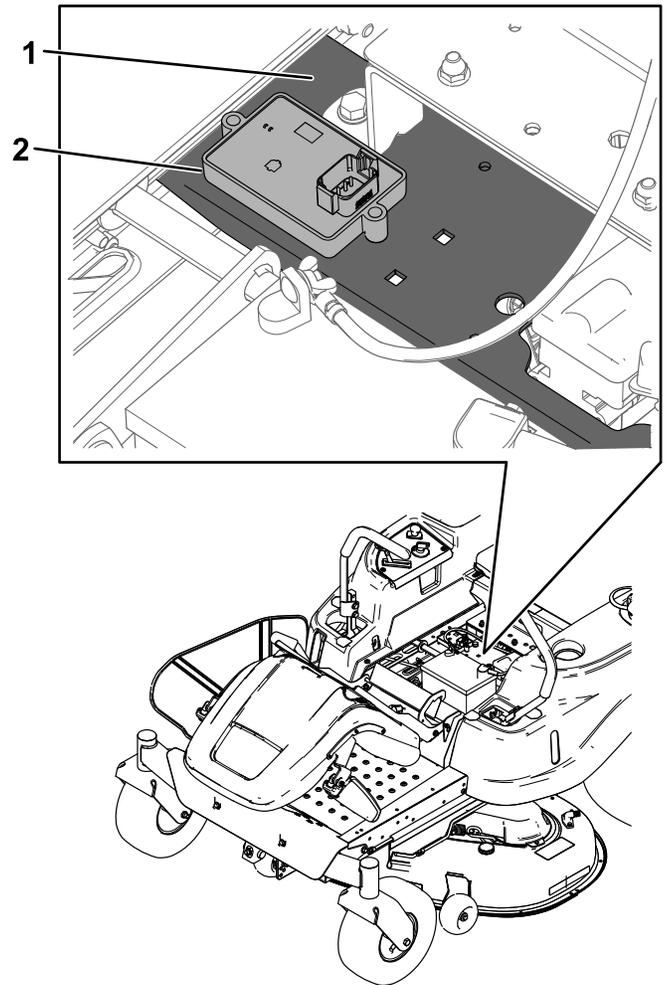

Figura 2
1. Coloque el módulo del sensor en una superficie plana en el lado derecho del bastidor transversal, hacia el panel de control (Figura 2). Marque las posiciones de los 2 taladros.